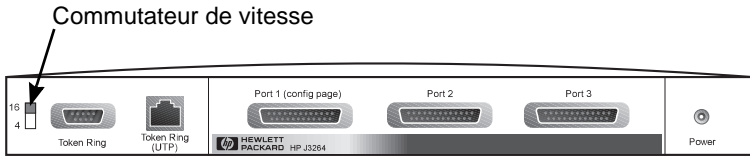

Figure 2.1 Commutateur de vitesse Token Ring réglé sur 16 Mb/s sur le modèle J3264A
3. Dans le cas d'un serveur Token Ring (J3264A), réglez le commutateur de vitesse sur la valeur appropriée (4 Mb/s ou 16 Mb/s) (Figure 2.1). Utilisez pour ce faire un stylo ou un objet de forme similaire et faites glisser le commutateur vers le haut pour régler le commutateur sur 16 Mb/s ou vers le bas pour choisir 4 Mb/s.